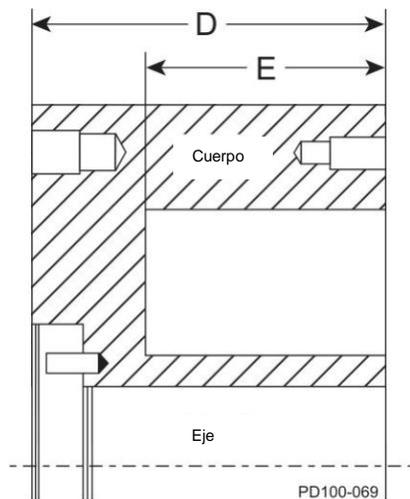
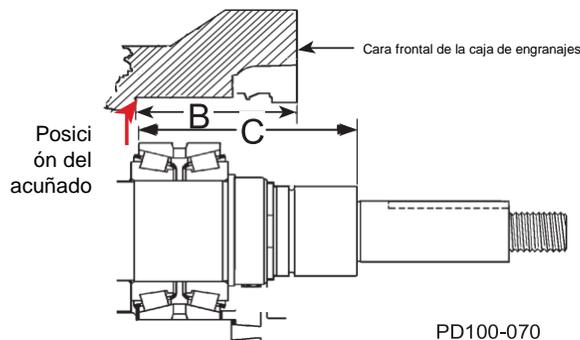

Ilustración 54. Medidas D y E
Ilustración 55. Medidas B y C
4. Si es necesario calcular los acuñados necesarios para el cambio de ejes, rodamientos o ambos, consulte la Ilustración 55 y la Ilustración 54, realice las mediciones y cálculos hasta tres decimales (por ejemplo, 059).
- Las medidas "B" en la caja de engranajes y "C" en el eje (Ilustración 55).
- Las medidas "D" y "E" en el cuerpo (Ilustración 54).